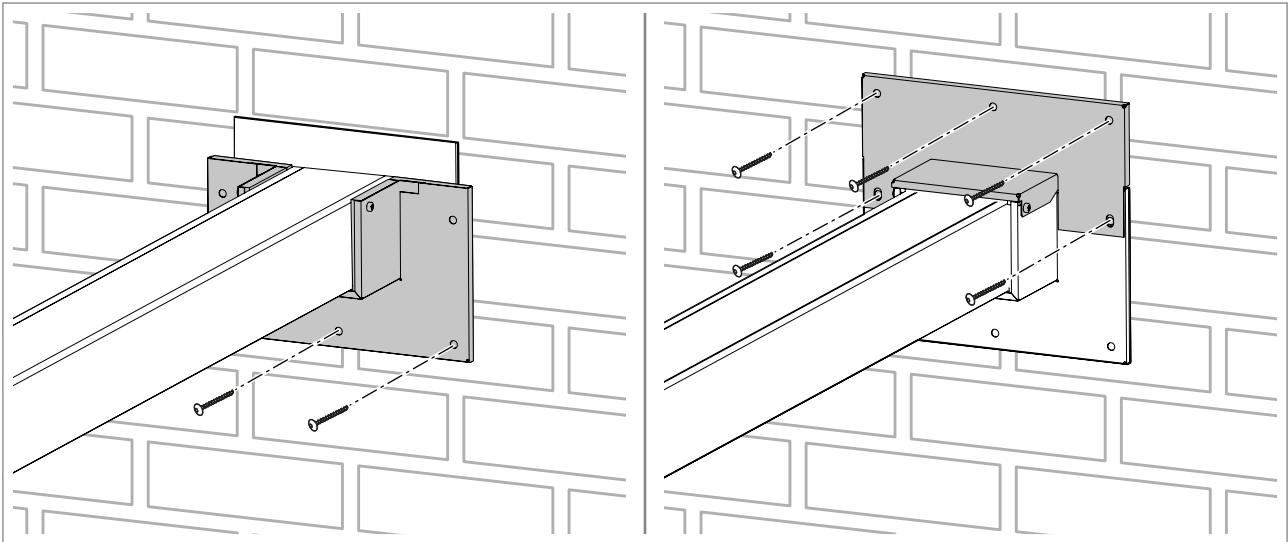

Abb. 50: Wandanschlusskragen montieren
2. Wandanschlusskragen ① wie in Abb. 50 montieren.
3. Bauteilöffnung von der anderen Seite mit einer qualifizierten Abschottung ② verschließen.